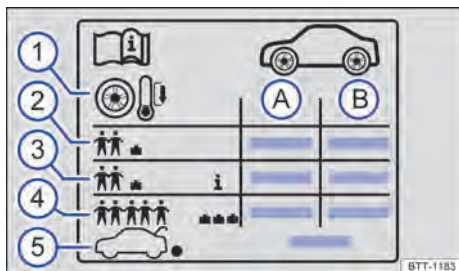

Fig. 161 Etiqueta con las presiones de los neumáticos
Indicaciones en la adhesiva de la presión de los neumáticos → fig. 161:
- Adecuar la presión de los neumáticos según la carga del vehículo → fig. 161 ③.